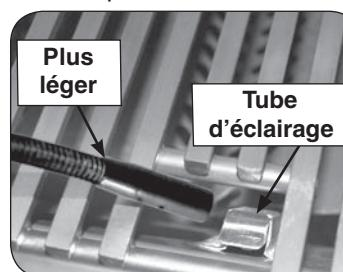

Fig. 28-2 Éclairage manuel via un tube d'éclairage
**ATTENTION:** Attendez toujours cinq (5) minutes le gaz pour se dégager après que n'importe quelle tentative non réussie d'éclairage.
- Passez un allumeur brûlant de butane de long-baril ou une allumette brûlante de long-tige dans la grille à cuire s'ouvrant au dessus du tube d'éclairage. (Fig. 28-2). Pour les brûleurs de dos ou les brûleurs infrarouges, maintenez la flamme contre la surface du brûleur de brûleurs arrière / infrarouge.